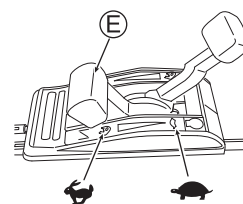

Fig. 13
- Verifique se há alguma pessoa atrás de você ao puxar a manopla de partida (V).
- Segure firmemente a manopla de partida (V) ao puxá-la.
- Retorne lentamente a manopla de partida (V).
- 5 Aqueça a máquina antes de usá-la. Depois que o motor estiver aquecido, comece a cortar colocando a alavanca do acelerador (E) em "N". (Veja a fig. 13)